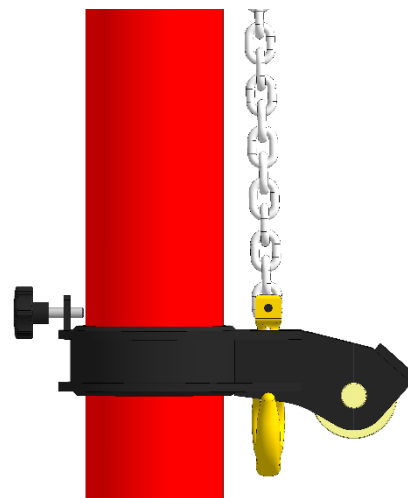

Рисунок 69
- Удерживается на силовом устройстве крюком цепи (рисунок 69).